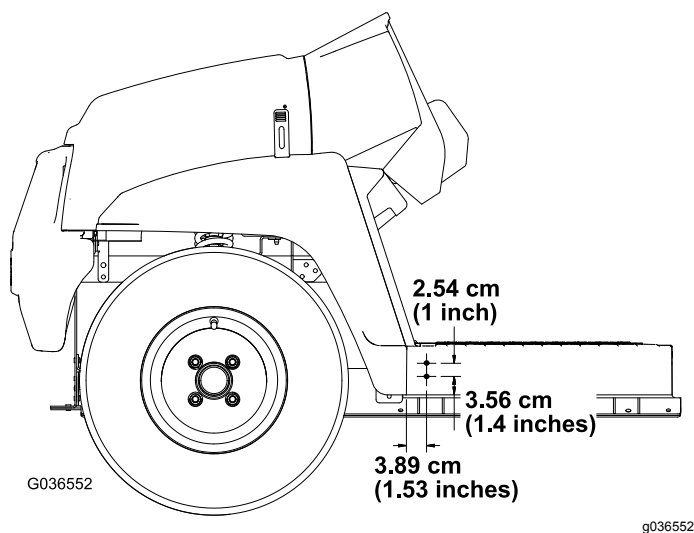

Figura 3
2. Utilizando as dimensões indicadas na Figura 3, faça 2 furos (5/16 pol.) no exterior da placa do piso nos lados esquerdo e direito da máquina.